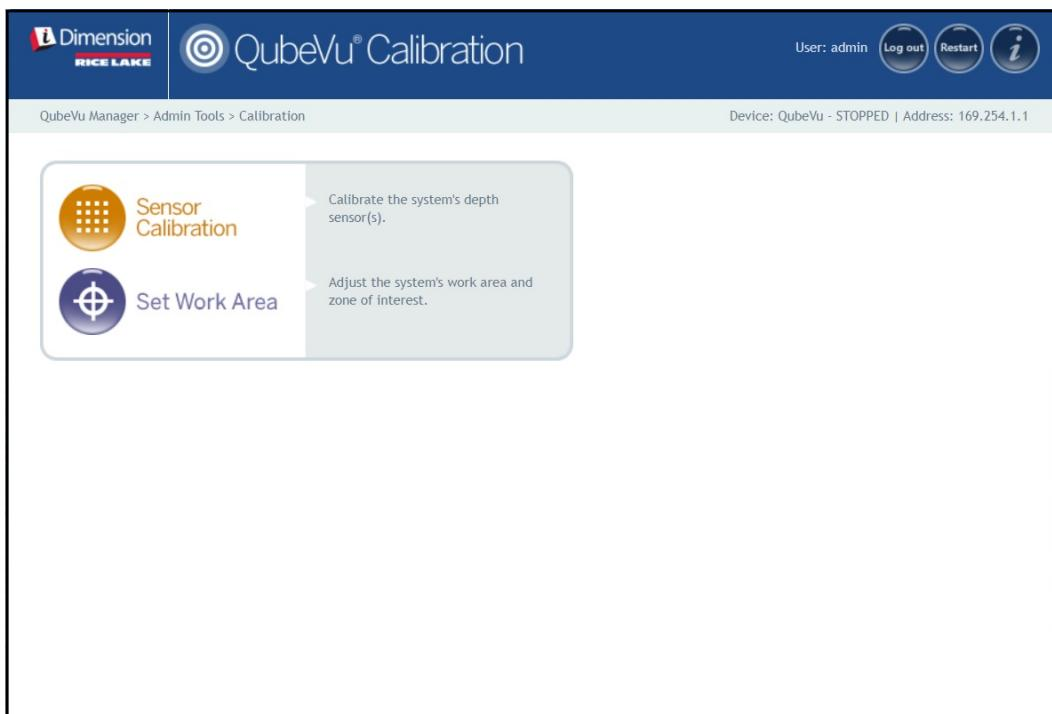

Figure 6-2. Menu Calibration (Étalonnage)
1. Sélectionnez  **Sensor Calibration** dans le menu **Calibration (Étalonnage)** (Figure 6-2, page 44).
1. Sélectionnez  **Sensor Calibration** dans le menu **Calibration** (Étalonnage) (Figure 6-2, page 44). Le menu **Remote Sensors Calibration** (Étalonnage capteurs distants) s'affiche.